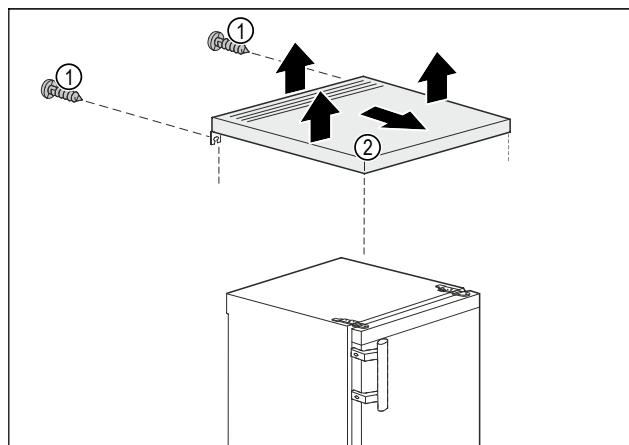

Fig. 3
- ▶ Удалите винты Fig. 3 (1) с задней стенки.
- ▶ Приподнимите верхнюю панель Fig. 3 (2) сзади.
- ▶ Сдвиньте верхнюю панель Fig. 3 (2) вперед.
- ▶ Снимите верхнюю панель Fig. 3 (2) движением вверх.
- ▶ Верхняя панель Fig. 3 (2) снята.